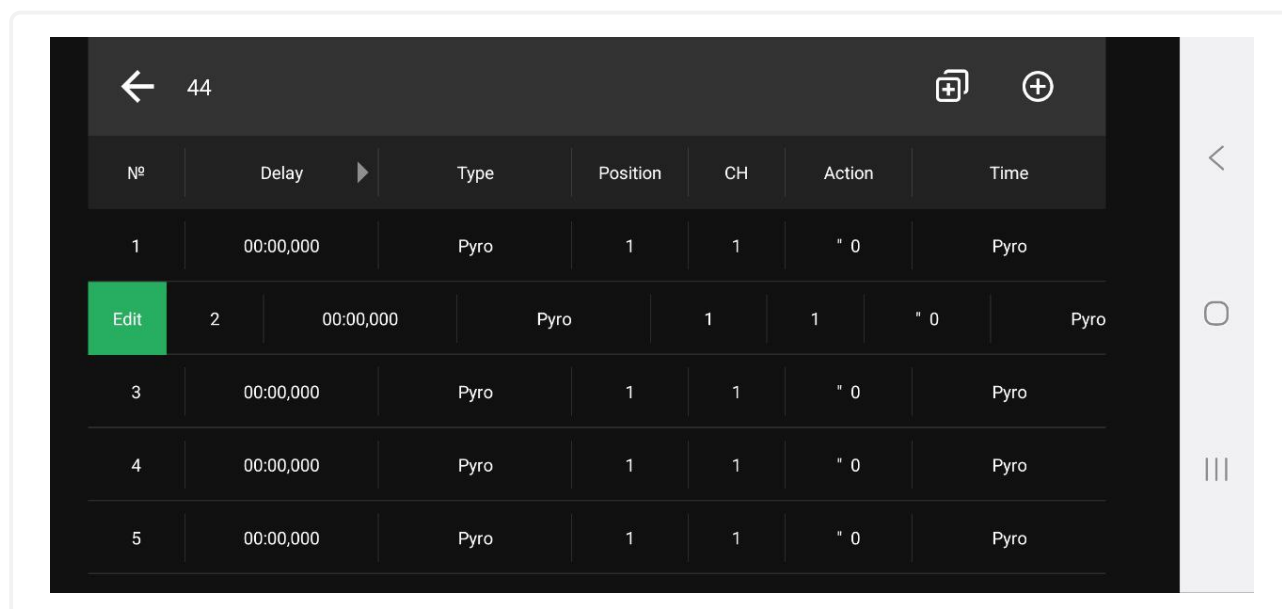

Рис. 65: Экран редактирования программ Time Code
3. Выбранная запись откроется для редактирования (см. рис. 65)
4. Выберите запись для редактирования и потяните пальцем **вправо** (см. рис. 65) (запись перейдет в экран редактирования)